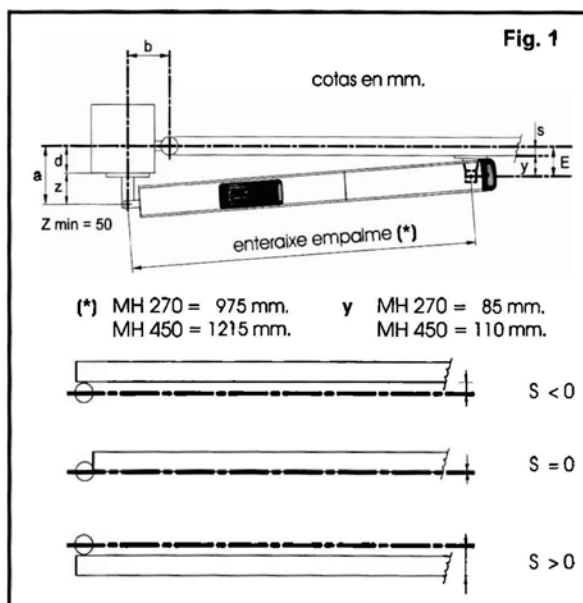

Fig. 2
2) Fije al pilar, con tornillos y tacos, la placa empalme posterior y a continuación suelde atentamente el empalme posterior en la placa, tal y como se indica en la fig. 2.
B) Fije el operador al empalme posterior por medio de los tornillos suministrados en dotación (fig. 2).